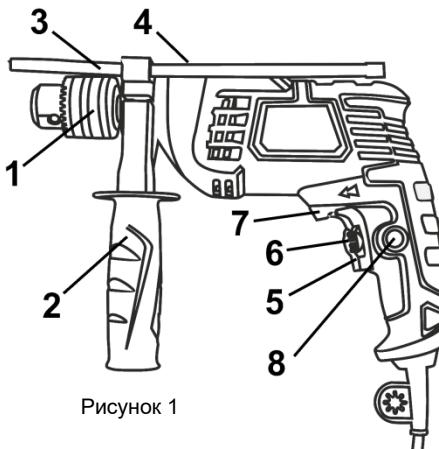

Рисунок 1
3.4.1 Изделие имеет два режима работы: ударно-вращательный и вращательный. Переключение режимов работы изделия осуществляется переводом переключателя (4) (см. рис.1) из одного крайнего положения в другое в сторону соответствующего символа режима работы:
- Ударно-вращательный режим – переключатель (4) должен быть переведен до упора в сторону символа
- Вращательный режим – переключатель (4) должен быть переведен до упора в сторону символа
5.2 Выберите необходимый режим работы изделия с помощью переключателя (4) (см. рисунок 1).
Переключение режимов работы изделия осуществляется переводом переключателя (4) (см. рис.1) из одного крайнего положения в другое в сторону соответствующего знака режима работы: